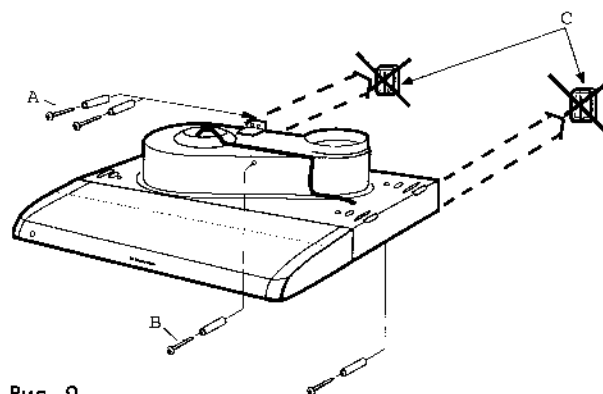

Рис. 9
**ВНИМАНИЕ!** Удостоверьтесь в том, что вытяжной вентилятор не повреждён при транспортировке. О возможных повреждениях, а также о недостающих деталях следует немедленно сообщить продавцу. Не давайте детям играть с упаковочными материалами. Удалите транспортировочные опоры С (рис. 9).
См. рис. 9